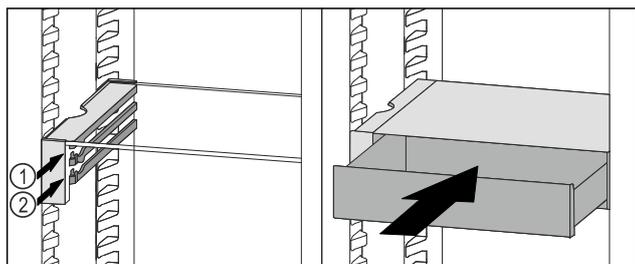

Fig. 86
- Posizionare il cassetto VarioSafe dietro i tappi sulla nervatura desiderata Fig. 86 (1) o Fig. 86 (2).